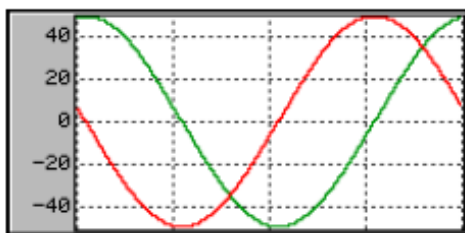
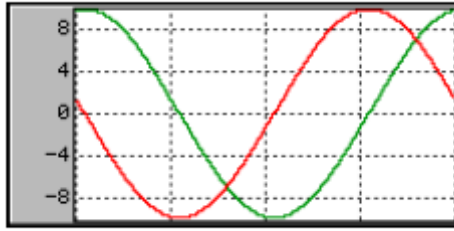

Figura 31: Prima di chiamare la funzione `GRAPH_SCALE_SetFactor` i numeri sulla scala numerica sono compresi tra -35 e 50.
Figura 32: Dopo aver chiamato la funzione `GRAPH_SCALE_SetFactor` i numeri sulla scala numerica sono compresi tra -6 e 10.
- Descrizione: funzione che imposta un fattore tale da rappresentare in maniera logica i numeri sulla scala. E' possibile, quindi, realizzare una relazione tra il grafico rappresentato sul data area e la scala in questione (**Figura 31** e **Figura 32**).